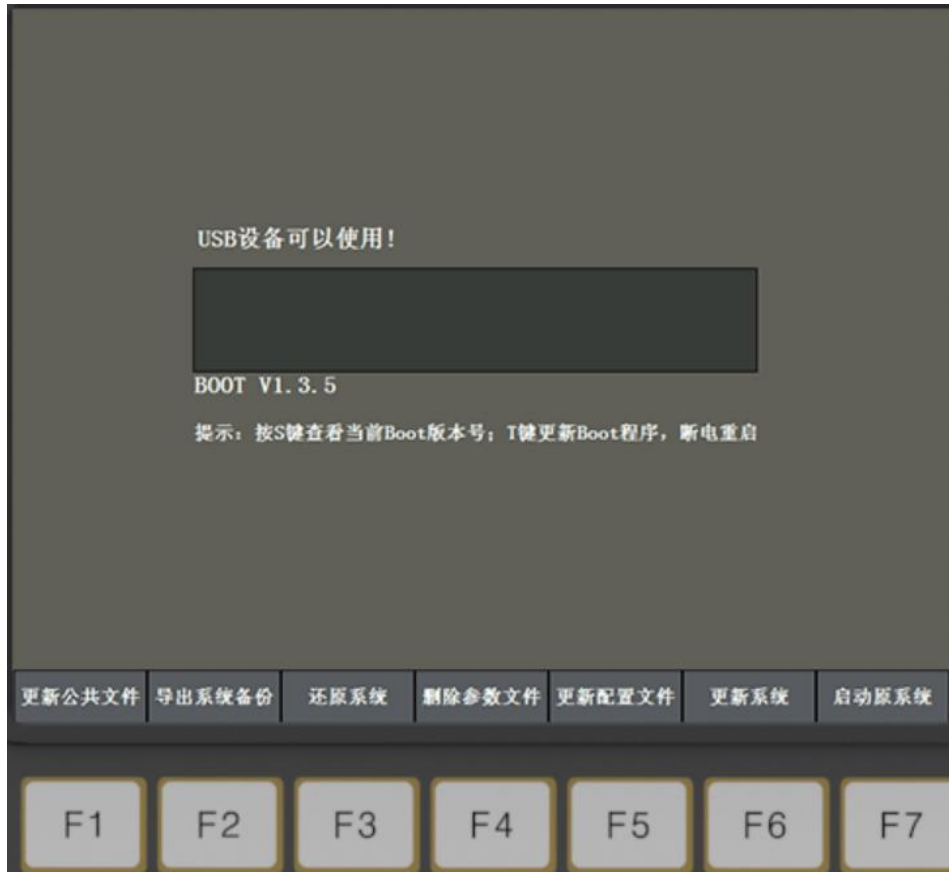

图 8-2 BOOT 系统升级界面
2. 系统镜像更新完成后按<Z>键，系统自动识别 USB 设备，识别成功后跳转至图 8-2 BOOT 系统升级界面。
2. 通过下述任一方式进入图 8-2 BOOT 升级界面。
3. 在图 8-2 界面，按<F6 更新系统>，在弹出的 USB 列表中选择要安装的软件，<Enter>确认后开始更新。